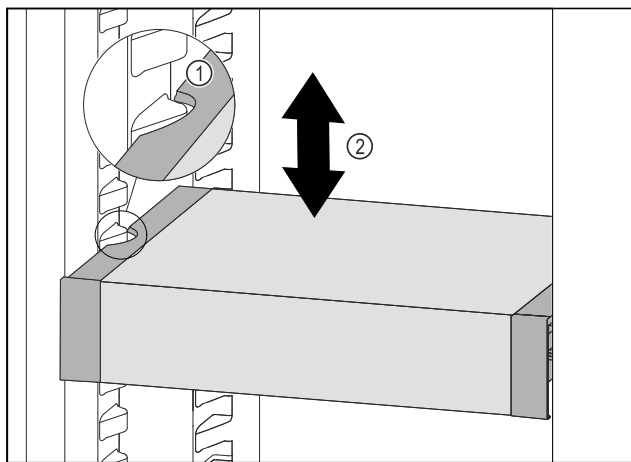

Fig. 49
- ▶ Táhněte VarioSafe dopředu, dokud nebudou boční vybrání VarioSafe na úrovni žebrování na nádoby v chladniče. Fig. 49 (1)
- ▶ Posouvejte VarioSafe v chladniče nahoru nebo dolů, dokud nedosáhnete požadované výšky. Fig. 49 (2)